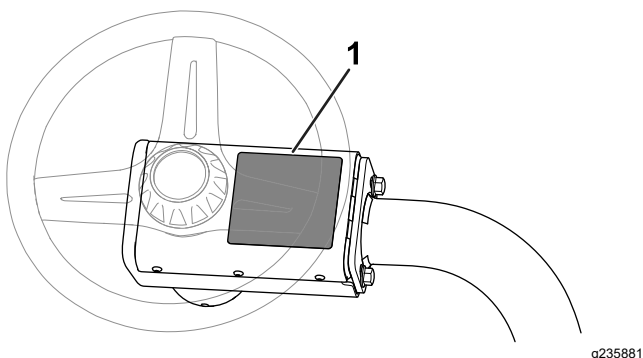

Figura 14
- Applicate l'adesivo di avvertenza CE (n. cat. 136-8505) sull'adesivo di avvertenza esistente (n. cat. 136-8506); fate riferimento a Figura 14.